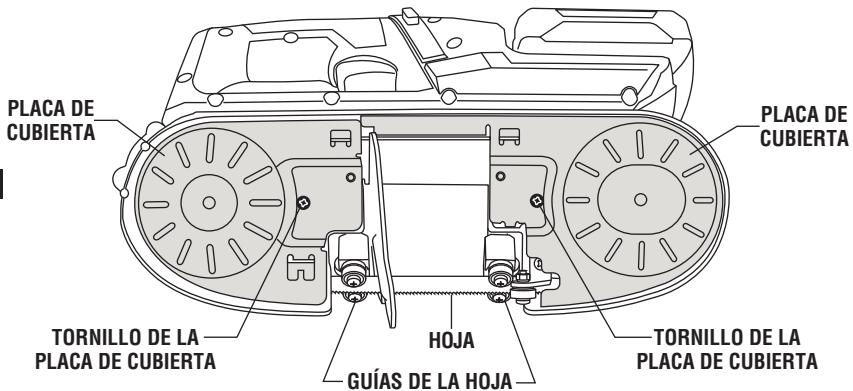

FIG. 2
1. Utilice un destornillador Phillips No. 2 para quitar los tornillos de montaje y retire las placas de cubierta protectoras (Fig. 2).
3. Reinstale las placas de cubierta protectoras (Fig. 2).